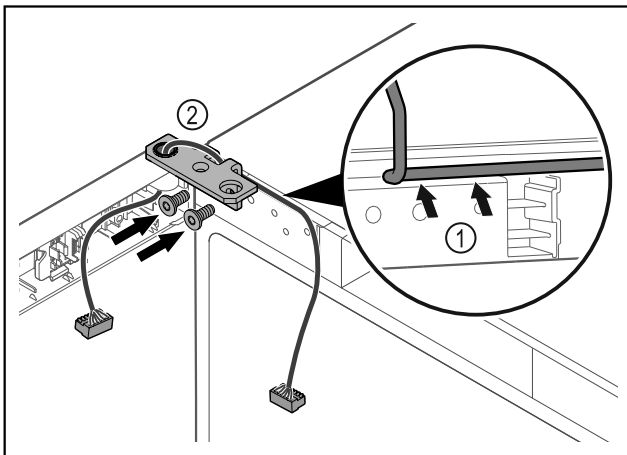

Fig. 44
- Кабель провести через виїмку шарнірного кутика і обережно прокласти Fig. 44 (1).
- Накрутити шарнірний кутик Fig. 44 (2).